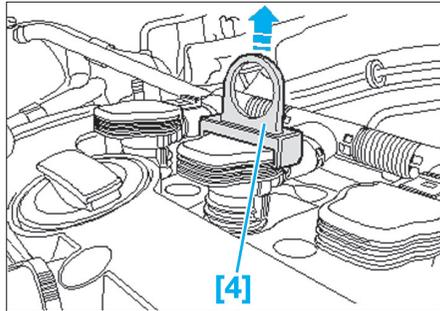

Fig. 52
- [4]. Extracteur (réf. T40039) (Fig.52).
- Extraire les bobines d'allumage, à l'aide de l'extracteur [4] (Fig.52).